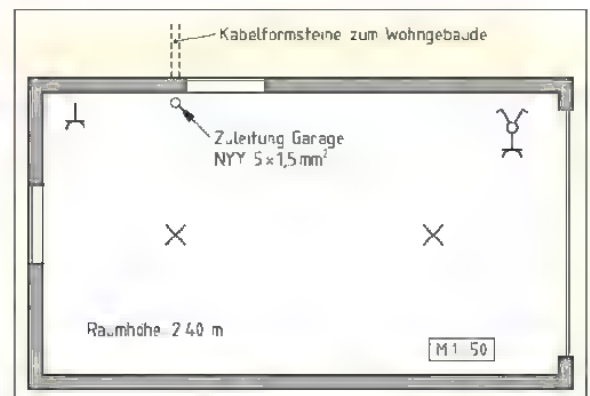

Bild 2: Grundrissplan der Fertiggarage
Zur Vorbereitung der Elektroinstallation erhält der Auszubildende von seinem Meister einen Grundrissplan der Fertiggarage, in dem die Ausstattungswünsche des Eigentümers bereits eingetragen sind (Bild 2). Die Unterlagen enthalten auch einen Hinweis auf die Fertigbetonbauweise der Garage.
5. Mit welchem Mindestbiegeradius R (Bild 2, Seite 62) dürfen folgende Mantelleitungen gebogen werden: